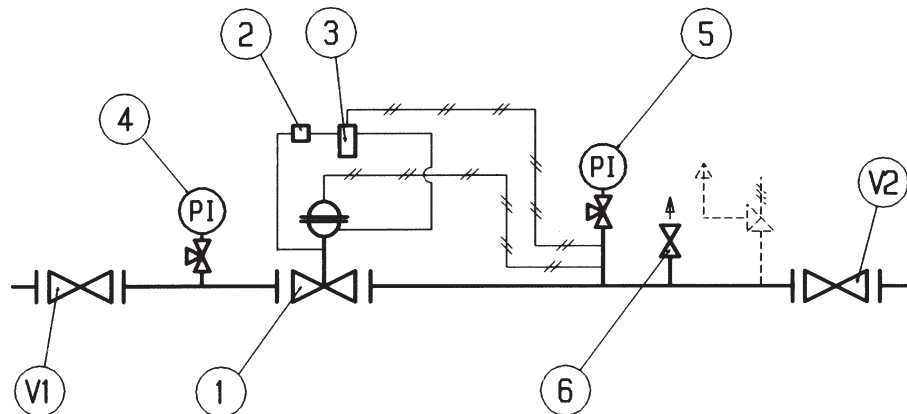

Fig. 12
5.3 MESSA IN SERVIZIO DEL REGOLATORE (FIG.12)